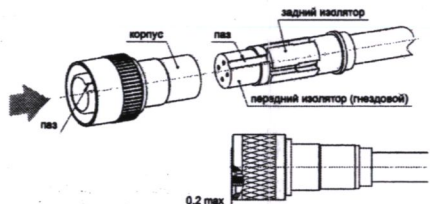

Рисунок 10
3.4 Установить собранный пакет в корпус до упора, совместив паз переднего изолятора с пазом корпуса. Правильность установки контролируем измерением указанных размеров. При контроле обеспечить поджатие втулки к корпусу. Величина утопания изолятора относительно корпуса - 0,2 мм max (рисунок 10).